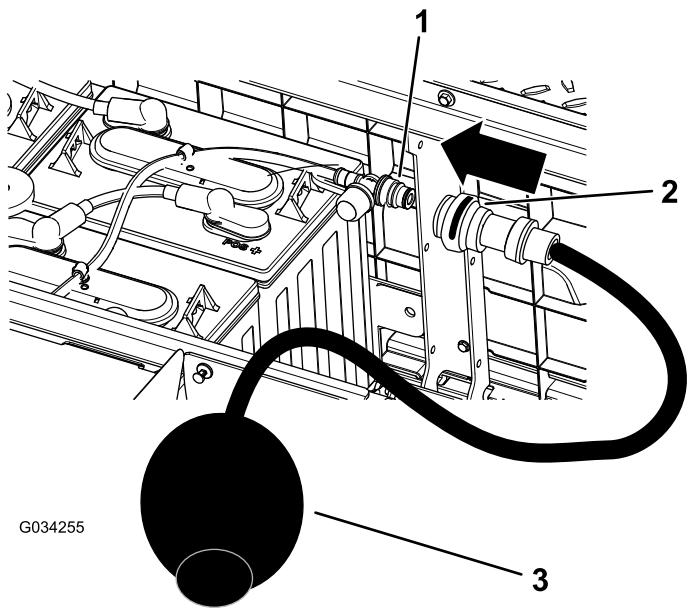

Figura 39
- Conecte la bomba manual de agua de Toro en el puerto de llenado de agua (Figura 39).